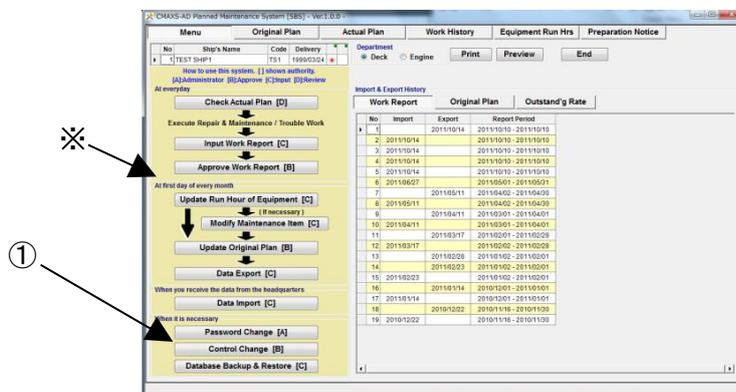

図 14-1 Menu 画面
- (1) "Menu"画面 (図 14-1)上で、[Control Change]ボタンを選択してください。